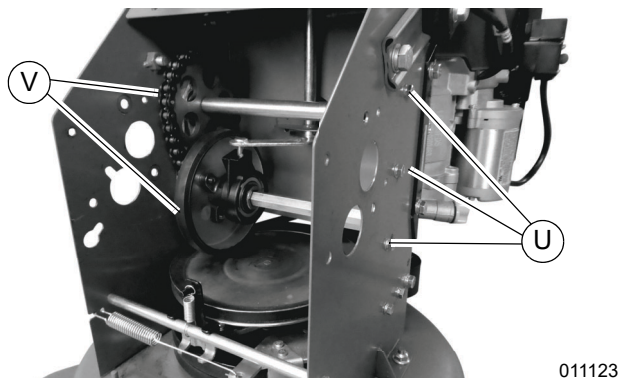

Figura 4-27. Retiro del conjunto de rueda de transmisión de fricción
15. Consulte la Figura 4-27. Retire los seis pernos, arandelas de seguridad y arandelas planas (U) que fijan el conjunto de rueda de transmisión de fricción (V) con una llave de 10 mm.